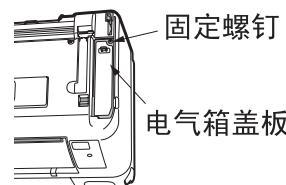
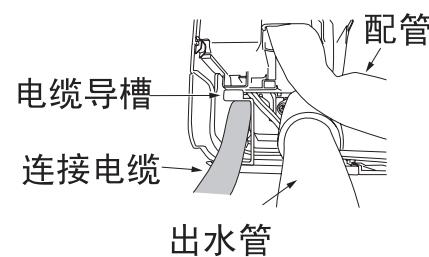

图29
图30
(2) 打开面板，取下电气箱盖板。（如图29）
(3) 电线连接顺序
- 将连接电缆穿过电缆导槽从风室下盖板处穿出至电气箱接线端子处。（如图30）
- 连接电缆连接结束后，必须按图29所示装上电气箱盖板，用螺钉固定。
- 然后用手将面框右下角风室下盖板①、②处的勾子沿箭头相反方向推紧，装上风室下盖板。